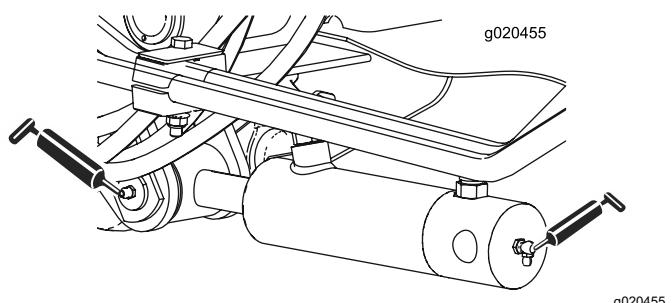

Figura 46
- 2 (su ciascun lato) boccole orientabili del cilindro del braccio di sollevamento (Figura 46)